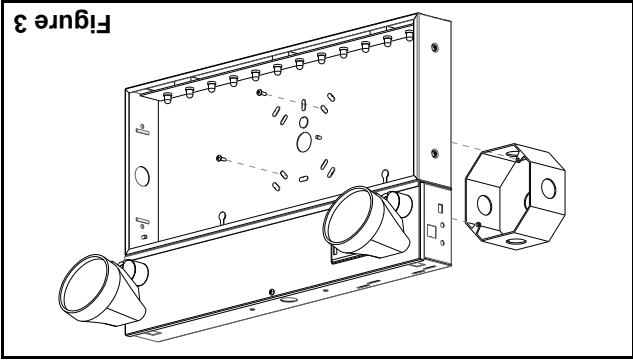

Figure 3
- a. Défoncer les trous apprêtés dans la plaque arrière de l'enseigne pour monter à une boîte de jonction standard; soutenir la plaque avec des morceaux de bois autour des trous à découper. Pousser sur les découpes avec un tournevis (voir fig. 3).